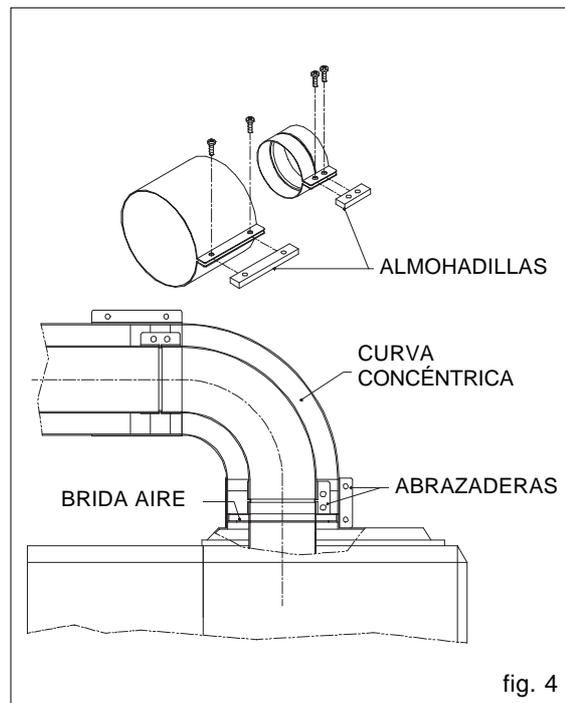

fig. 4
CUIDADO: Para una instalación de más de 1 metro de largo, eliminar la brida aire, que está situada en el orificio de entrada de aire de la caldera (fig. 4).
- Montar la curva coaxial a los tubos humo-aire utilizando las abrazaderas que se suministran, tal y como se indica en el fig. 4.
- Apretar las curvas con los tubos a la caldera utilizando las abrazaderas que se suministran, como indica la fig. 4.